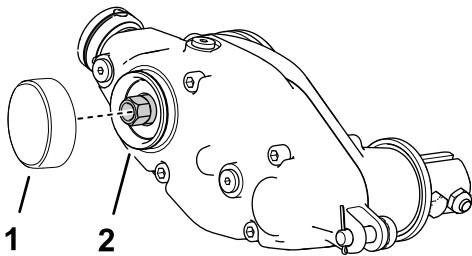

图15
1. 在卡环槽周围和外直径表面涂抹中等强度的圆柱固持胶如 Green Loctite 609® 图15。
2. 如 图15所示安装盖子。